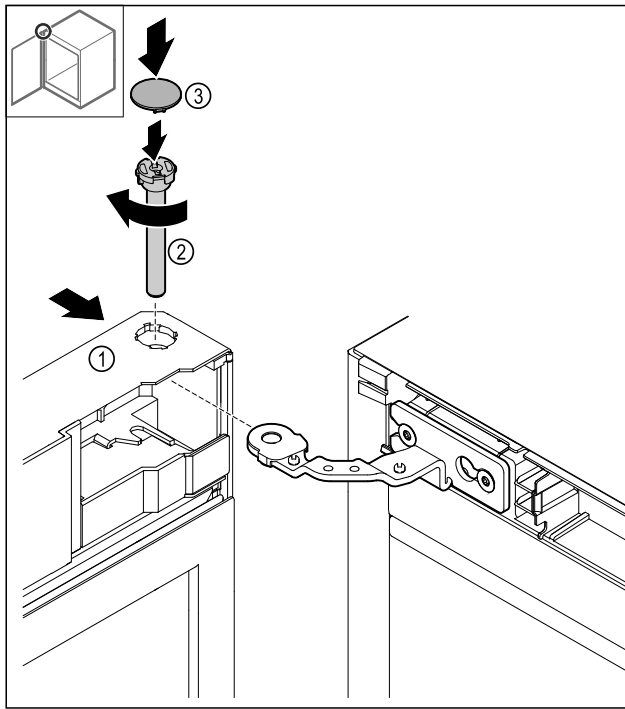

Fig. 47
- ▶ Deslizar la puerta Fig. 47 (1) hacia arriba sobre la bisagra.
- ▶ Insertar el perno Fig. 47 (2) y girarlo en sentido horario para apretarlo.
- ▶ Colocar la cubierta Fig. 47 (4).